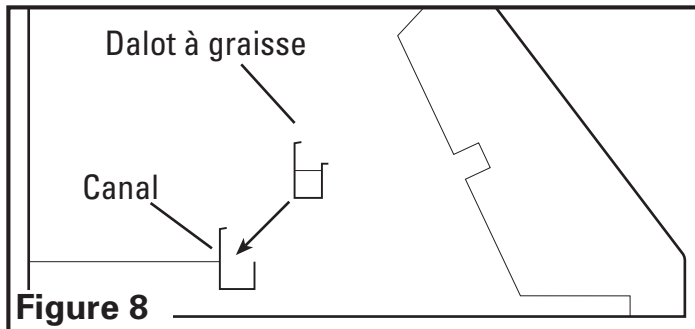

Figure 8
2. Si le dalot à graisse rétractable compris n'est pas déjà installé dans la hotte, l'insérer dans le canal intérieur arrière de la hotte. Assurez-vous que le côté le plus long du dalot fait face vers l'arrière de la hotte (**Figure 8**).